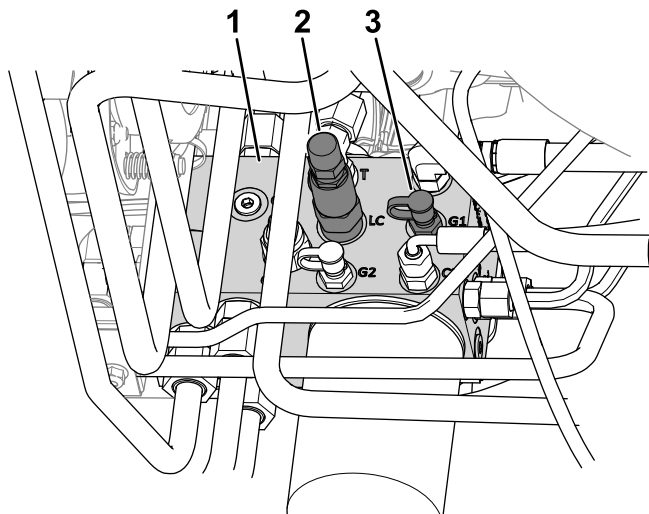

Bild 22
- Schließen Sie ein Manometer an den Prüfanschluss an (gekennzeichnet mit G1, siehe Bild 22).
- Gewichtsverlagerungsspule (LC)
- Entfernen Sie an der Seite des Hubverteilers die Kappe vom Prüfanschluss (gekennzeichnet mit G1, siehe Bild 22).
- Lösen Sie die Klemmmutter am Ende der Gewichtsverlagerungsspule (gekennzeichnet mit LC, siehe Bild 22).